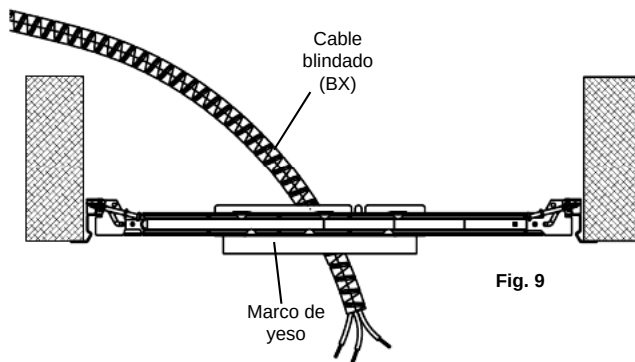

Fig. 9
3. Pasa el cable blindado (BX) o el cable no metálico (NM) (también conocido como Romex) a través del cortacircuitos o panel de fusibles hasta el orificio del marco de yeso, dejando entre 6" (15,2 cm) y 8" (20,3 cm) de cable sobrante extendido por debajo del orificio. Puedes usar cables con un máximo de 12 AWG de cableado. (Fig. 9) (ADVERTENCIA- Usa cables con clasificación de 90°C o mayor).